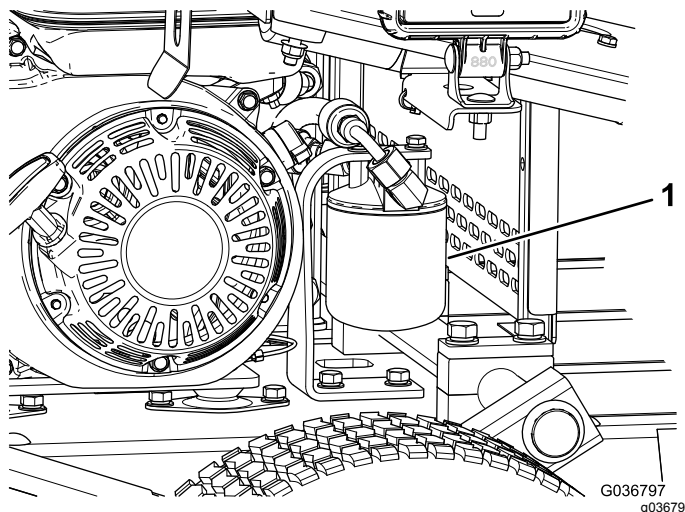

図 36
5. フィルタの下に廃油受けを置いてフィルタを外す (図 36)。